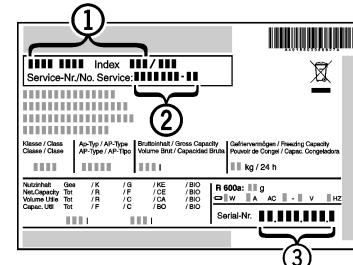

Fig. 12
- Leggere la denominazione dell'apparecchio *Fig. 12 (1)*, il numero di assistenza *Fig. 12 (2)* e il numero FN *Fig. 12 (3)* dalla targhetta identificativa. La targhetta identificativa è situata all'interno dell'apparecchio, sul lato sinistro.
- Informare il servizio di assistenza e comunicare il difetto, la denominazione dell'apparecchio *Fig. 12 (1)*, il numero di assistenza *Fig. 12 (2)* e il numero FN *Fig. 12 (3)*.